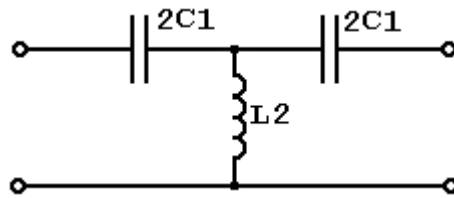

Рис.7.11. Схема фильтра верхних частот типа "к"
1. Изобразим схему фильтра верхних частот типа "к" (рис.7.11)